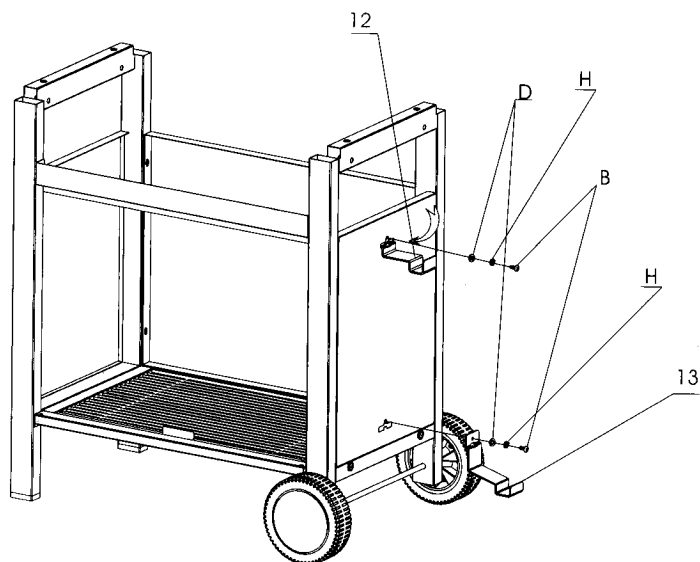

Figure 5
Fixez le support supérieur (12) à la traverse médiane du montant droit avec un boulon (B), une rondelle (D) et une rondelle frein (H). Fixez ensuite le support inférieur (13) au bas du montant droit avec un boulon (B), une rondelle (D) et une rondelle frein (H). Voir figure 5.